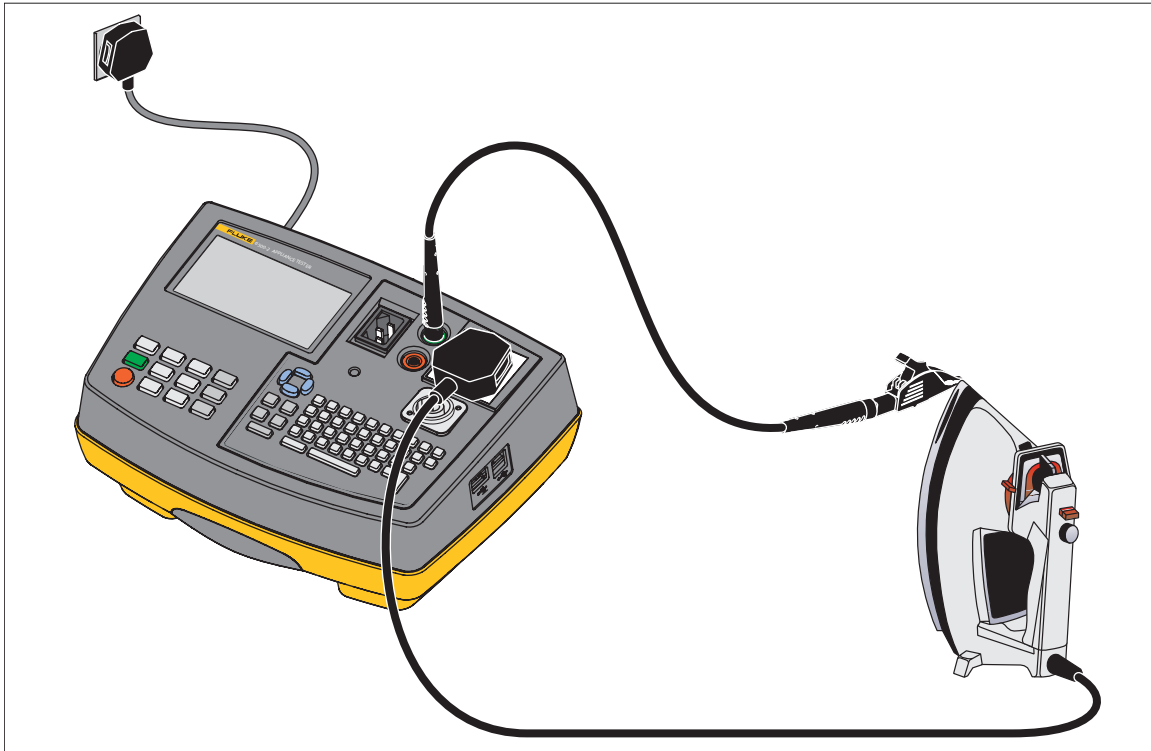

图 2.接头测试连接
- 请根据显示屏上的指示连接电器和接地接头测试导线。将鳄鱼夹夹到电器上需要测试的裸露导电部件上，请参见图 2。